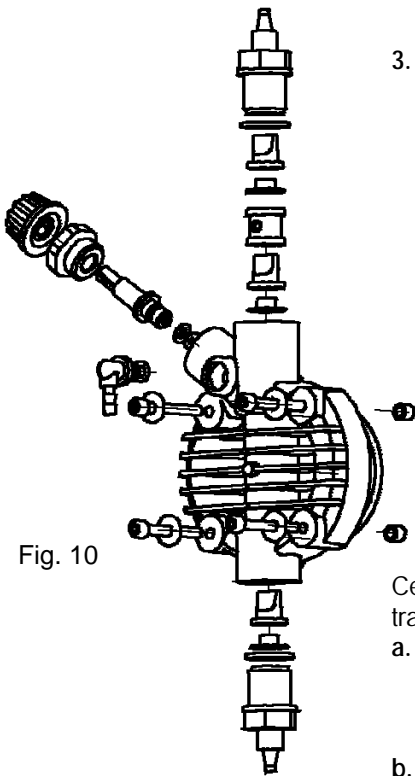

Fig. 10
2. Contrôlez au moins tous les six mois le fonctionnement de la pompe, l'étanchéité des vis et des joints, effectuez des contrôles plus fréquents avec des liquides plus agressifs, contrôlez en particulier la concentration d'additif dans l'installation ; une réduction de cette concentration pourrait être déterminée par l'usure des soupapes (qui dans ce cas doivent être remplacées en faisant attention au moment du remontage comme dans la Fig. 10) ou bien par le bourrage du filtre qui doit être nettoyé comme indiqué au point suivant 3.
Pour effectuer cette opération, si l'appareil n'est pas fixé à l'installation on peut le faire tressauter pendant quelques secondes (15-30) en le retournant avec les tubes non branchés aux raccords, si ce n'est pas possible démonter et remonter le corps de la pompe (Fig. 10), moyennant les quatre vis de fixation.
Étant donné la solidité du système, aucune panne d'origine vraiment mécanique ne se produit. Il peut y avoir parfois des fuites de liquides de certains raccords ou bagues de fixation des tubes desserrés, ou plus simplement encore à cause de la rupture du tube de refoulement. Ces fuites sont très rarement dues à la rupture de la membrane ou à l'usure du joint d'étanchéité de celle-ci. Dans ce cas les composants sont à changer en dévissant les quatre vis du corps de la pompe (Fig. 10), en remontant ces vis, les serrer de manière uniforme avec une valeur maximale de couple recommandée de 180÷200 NxcM. Après avoir éliminé la cause de la fuite, nettoyer la pompe doseuse en éliminant tous les éventuels résidus d'additif stagnants car ils risquent d'endommager le boîtier de la pompe.